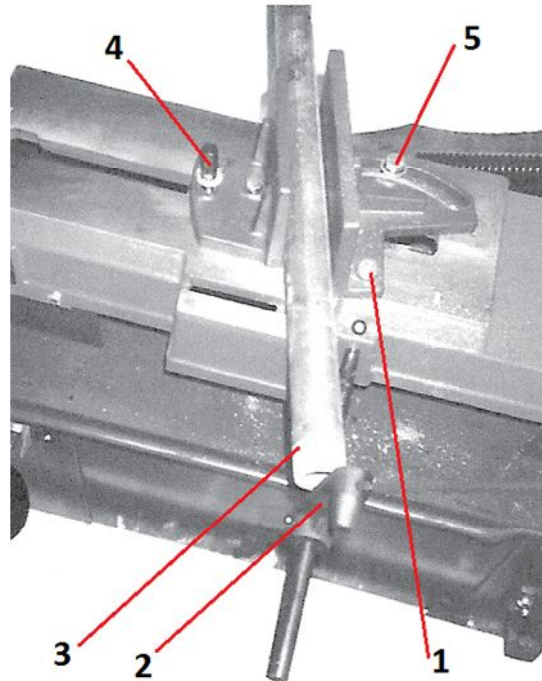

Рис. 8 Выбор угла резания
2. Ослабьте болт (поз. 12 рис. 1.1; поз. 1 рис. 8) фиксирования задней губки тисков и болт фиксирования угла поворота (поз. 5 рис. 8).
3. Ослабьте болт (поз. 4 рис. 8) фиксирования передней губки тисков.
4. Установите поворотом задней губки тисков требуемый угол резания и затяните болт фиксирования угла поворота (поз. 5 рис. 8) задней губки тисков.
5. Затяните болт (поз. 12 рис. 1.1; поз. 1 рис. 8) фиксирования задней губки тисков.
6. Установите и закрепите упор длинны резания заготовки (поз. 10 рис. 1.1; поз. 2 рис. 8) по требуемому размеру.
8. Затяните болт (поз. 4 рис. 8) фиксирования передней губки тисков.